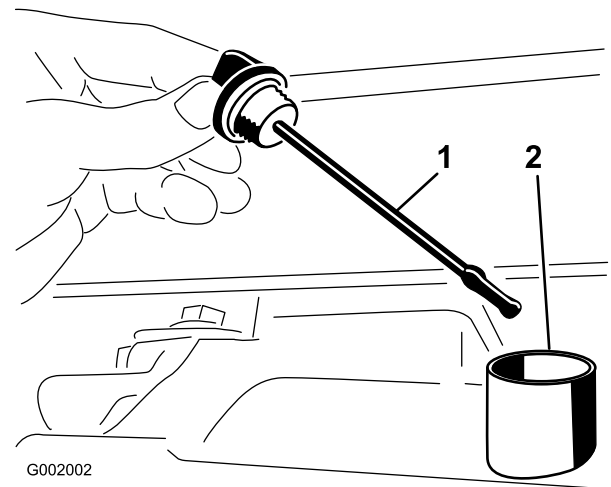

Figura 61
2. Retire la varilla del transeje y límpiela con un paño limpio (Figura 61).